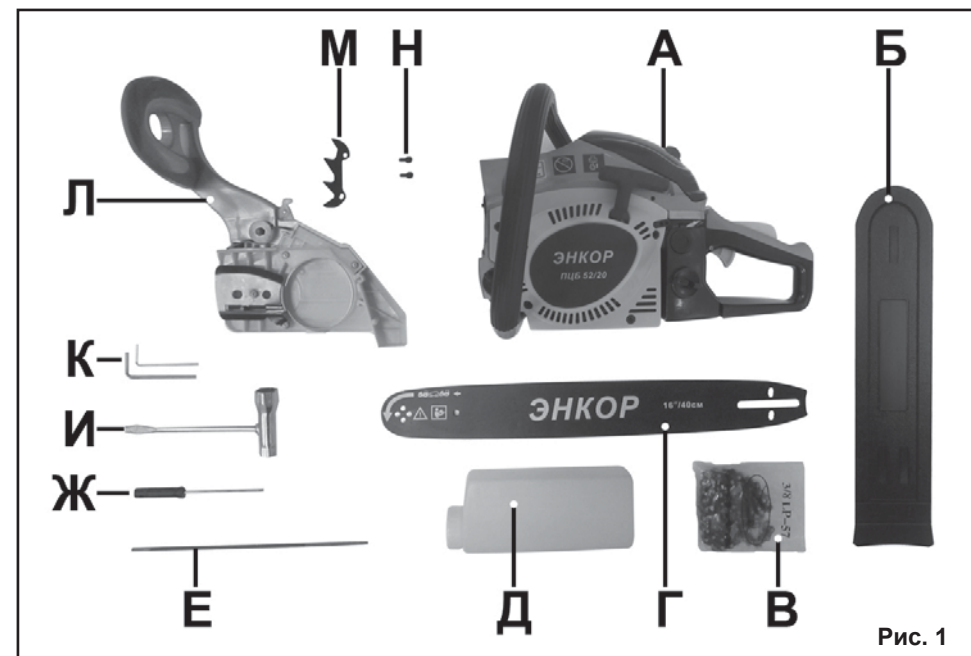

Рис. 1
3.1. Комплектность бензопилы представлена на Рис.1.